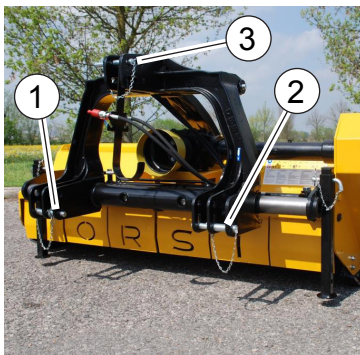

Fig.68
- Abbassare il sollevatore. Adattare l'altezza del sollevatore all'altezza degli attacchi inferiori (1, 2, "Fig.68").
- Collegare il sollevatore della trattrice ai due attacchi inferiori della macchina (1, 2, "Fig.68"). Bloccare i perni con le copiglie di sicurezza.
- Collegare il tirante del sollevatore della trattrice all'attacco terzo punto (3, "Fig.68"). Bloccare i perni con le copiglie di sicurezza.
- To lower the lifter. Adjust the height of the lift up to the lower connections (1, 2, "Fig.68").
- Connect the tractor lift to the two lower linkages of the machine (1, 2, "Fig.68"). To stop the pivots with the safety copiglies.
- Connect the tie rod of the tractor lift to the 3rd point linkage (3, "Fig.68"). To stop the pivots with the safety copiglies.
- Baisser le 3eme point. Adapter la hauteur du levage à la hauteur des attelages inférieurs (1, 2, "Fig.68").
- Brancher le levage du tracteur au 2 accrochements inférieurs de la machine (1, 2, "Fig.68"). Bloquer les pins avec la goupille de sécurité.
- Brancher la barre d'accouplement du levage du tracteur à l'attelage 3eme point (3, "Fig.68"). Bloquer les pins avec la goupille de sécurité.
- Der Hub niedriger. Stellen Sie die Höhe der Hebebühne bis zu den unteren Anschlüssen (1, 2, "Fig.68").
- Verbinden Sie der Lifter der Schlepper an der untere Angriffe der Maschine (1,2, "Fig.68"). Sperren Sie die Bolzen mit Federstecker geliefert.
- Verbinden Sie das Gestänge des Schleppers an der Drei Punkt Anbau (3 "Fig.68"). Sperren Sie die Bolzen mit Federstecker geliefert.
- Bajar el levantador. Regular la altura del levantador a la altura de los enganches (1, 2, "Fig.68").
- Conectar el levantador del tractor a los dos enganches bajo de la máquina (1, 2, "Fig.68"). Parar los goznes con el copiglia de seguridad.
- Conectar el tensor del levantador del tractor al enganche tercero punto (3, "Fig.68"). Parar los goznes con el copiglia de seguridad.
- Baixar o elevador. Ajustar a altura do elevador à altura dos elos inferiores (1, 2, "Fig.68").
- Ligar o elevador do trator às duas conexões inferiores da máquina (1,2, "Fig.68"). Fechar os pinos com as cavi-lhas de segurança.
- Ligar o tirante do elevador do trator à conexão de terceiro ponto (3, "Fig.68"). Fechar os pinos com as cavi-lhas de segurança.